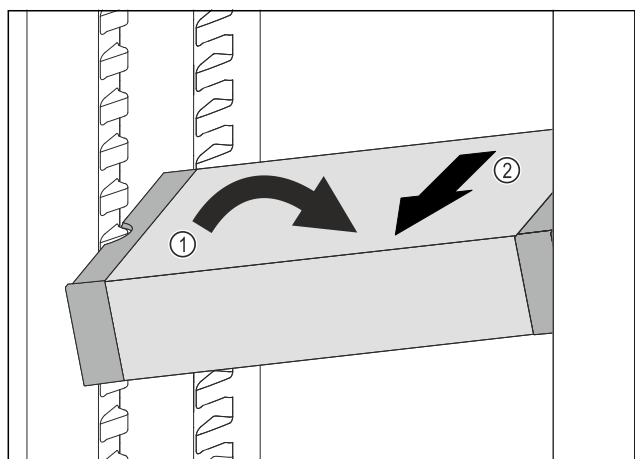

Fig. 112
- ▶ Встановити VarioSafe під кутом в охолоджувальному відділенні. Fig. 112 (1)
- ▶ Витягнути VarioSafe вперед. Fig. 112 (2)